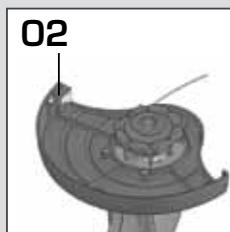

Fig. 12
O pedaço de fio em excesso será cortado pela lâmina limitadora no momento em que o aparador entrar em funcionamento (2) [Fig. 12].